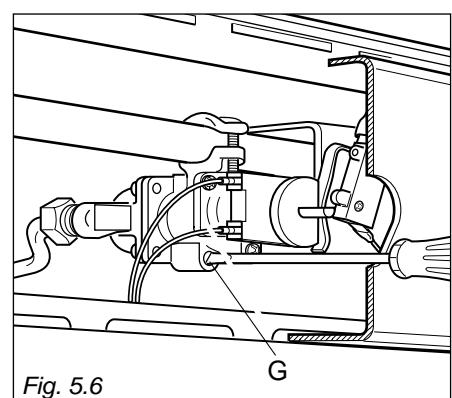

Fig. 5.6
- Enrosque lentamente el tornillo by-pass G (fig. 5.6) hasta conseguir una llama de 3-4 mm de longitud.